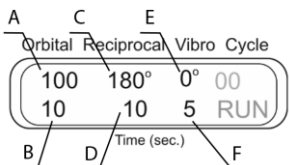

Рисунок 8
- 6.9.3 **3D-орбитальное + 3D-покачивание + Пауза** (рисунок 8). Установите скорость (A, 1–100 об/мин) и время (B, 1–250 с) 3D-орбитального движения. Установите угол поворота (C, 0–360°) и время (D, 1–250 с) 3D-покачивания. Установите угол поворота 3D-вибродвижения на ноль (E). Установите время 3D-вибродвижения (F, 1–5 с), это продолжительность паузы. На рисунке 9 показаны 3D-орбитальное, 3D-покачивание и пауза, последовательно выполняемые в циклах.